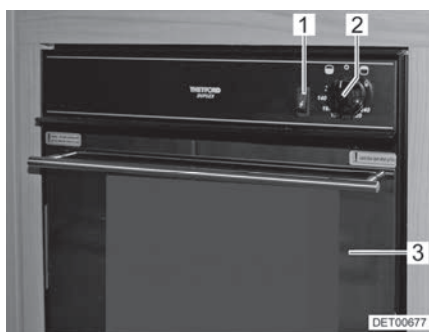
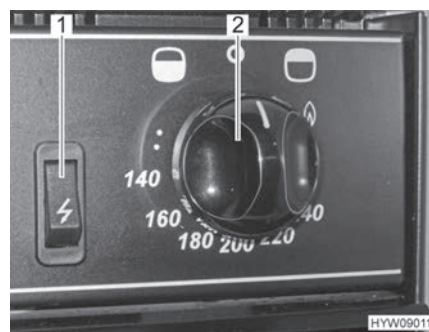

Bild 101 Gasugn med grill
Bild 102 Reglage (gasugn med grill)
- Öppna ugnsluckan (Bild 101,3) helt.
- Tryck vridregulatorn (Bild 101,2 och Bild 102,2) och ställ den moturs (i riktning mot ugn-symbolen "☼") till maximal ställning.
- Tryck på vridregulatorn (Bild 101,2 och Bild 102,2) under 5 till 10 sekunder. Gasen strömmar till brännaren.
- Tryck på tändaren (Bild 101,1 och Bild 102,1) tills lågan tänds.
- Tryck vridregulatorn (Bild 101,2 och Bild 102,2) och ställ den medurs (i riktning mot grill-symbolen "☼") till flammans symbol.
- Vrid med vridregulatorn (Bild 101,2 och Bild 102,2) till "O". Flaman slocknar.